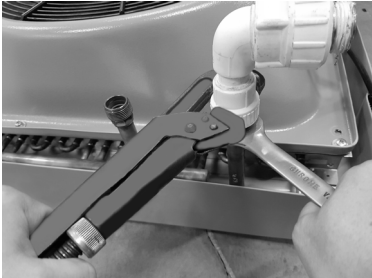

Рис.4
7.4 При подключении теплообменника к гидравлической системе следует зафиксировать патрубки гаечным ключом (рисунок 4). Несоблюдение данных рекомендаций может привести к повреждению теплообменника.